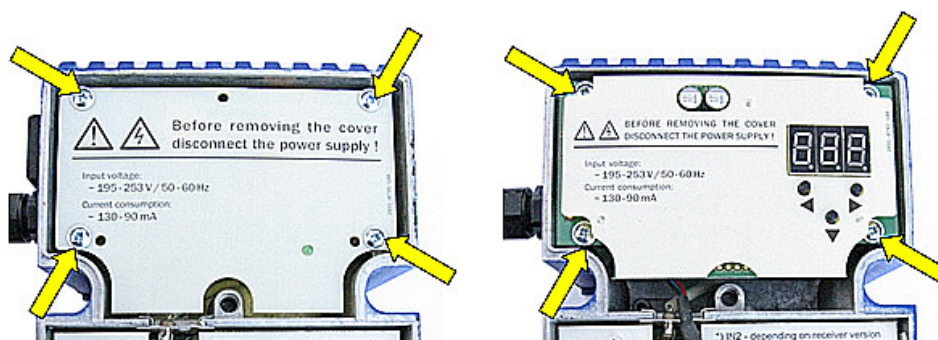

Рис. 8.10. Первый этап замены предохранителя в MOB-729.
- удалите четыре винта крепления крышки питания или крепления модуля удаленного мониторинга M-729, в зависимости от комплектации – см.: рисунок 8.10.,
- Рис. 8.10. Первый этап замены предохранителя в MOB-729.